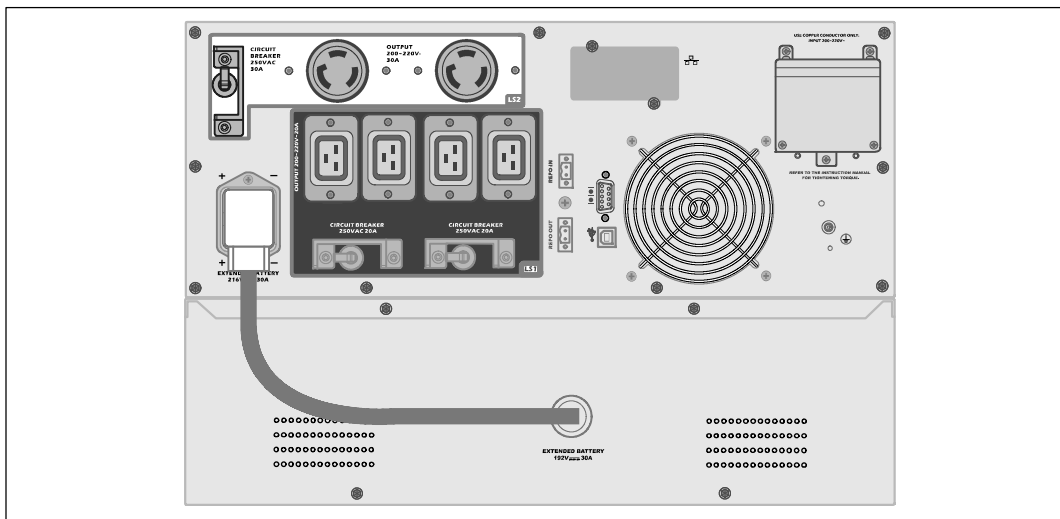

Рисунок 15. МВБ Установка с 5600 Вт OL ИБП (280 В)
- 1 Подсоедините кабель МВБ к разъему батарей ИБП (см. Рисунок 15).